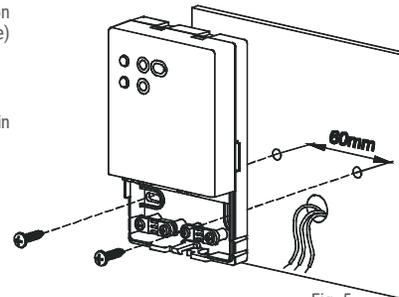

Fig. 5
- 5 Fissare la piastra alla parete tramite le due sedi per viti con interasse 60 mm (utilizzare le viti e/o i tasselli in dotazione) - Fig. 5.